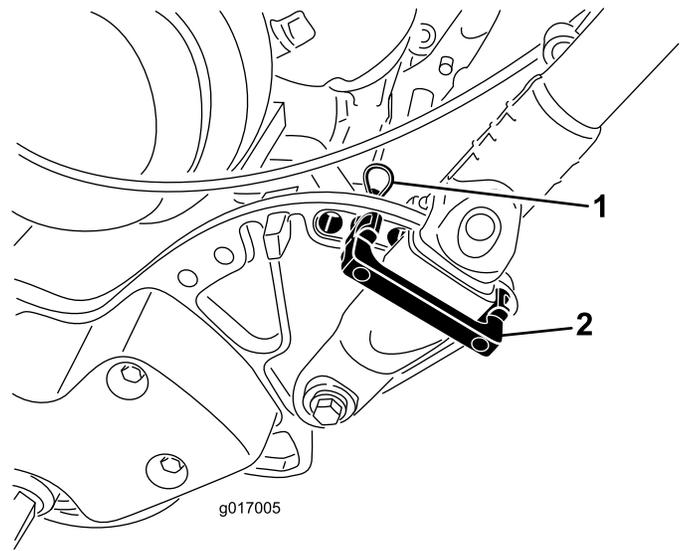

图8
2. 将手柄旋转到需要的操作位置将手柄卡环插入手柄铁夹及侧板上相对应的孔 (图8)。
3. 使用发卡销将手柄铁夹固定到位 (图8)。
1. 当撑住手柄时取下将手柄铁夹固定到侧板上的扎带 (图8)。